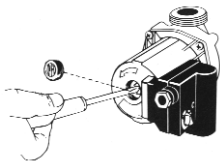

рис. 6
- отверткой вращать вал (см. рис.6)